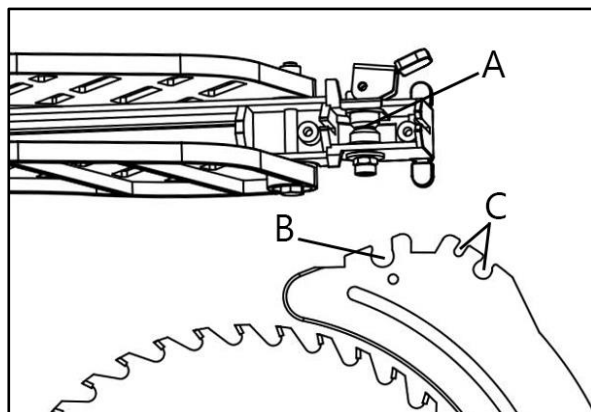

Рисунок 25
- Расположите защитный кожух пильного диска канавкой втулки А (рис. 25) на выемке раскливающего ножа В. Втулка имеет скошенные края и должна быть расположена в центре выемки, чтобы прочно зафиксироваться.
- Расположите гребенку на раскливающий нож в выемки С (рис. 25). Пружинный штифт располагают в передней выемке, а болт в задней выемке.